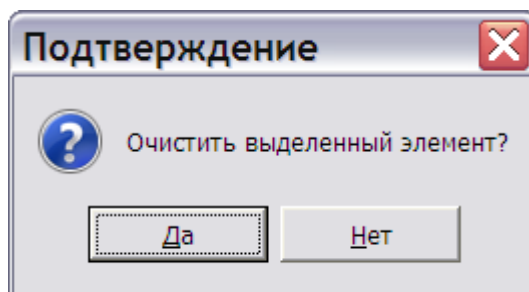

Рис. 3.37
2. Нажмите на клавишу DELETE на клавиатуре или выберите из контекстного меню команду **Очистить значение (Del)**. После этого появится окно с запросом (Рис. 3.37).